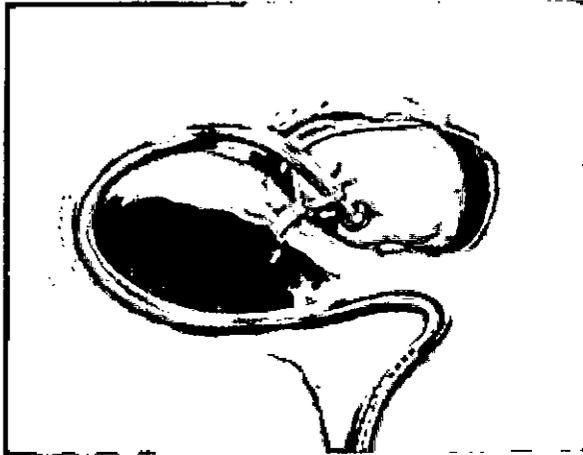

Fig. 2 Clip de fijación al hueso fijado en el puente óseo
- A continuación, el clip de fijación al hueso debe fijarse correctamente al puente óseo (véase la fig. 2).